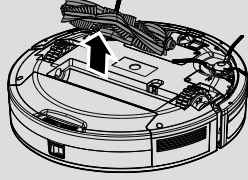

Fig. 13
3. Sollevare il rullo afferrandone un'estremità. [Fig. 13]